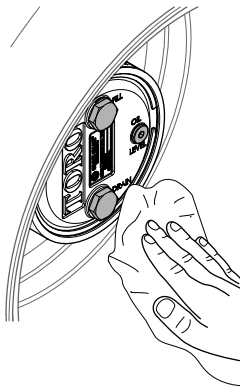

Figura 65
3. Limpie con un trapo los alojamientos del planetario y del freno (Figura 65).